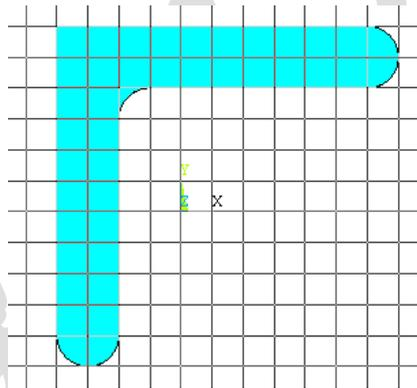

图9.14 生成半成半圆
(13) 单击 Main Menu>Preprocessor>Modeling>Create>Areas>Circle>Partial Annulus 菜单，在模型中画两个半圆，圆心位于支持边中点，直径等于支持边长，如图 9.14 所示。